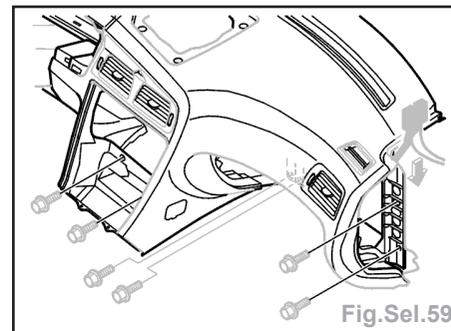

Fig.Sel.59
- les 4 vis de fixation de la planche de bord côté passager (Fig.Sel.59),